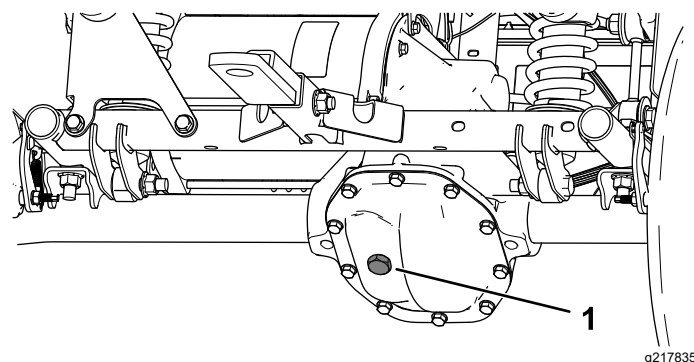

図 48
4. トランスアクスルについている補給プラグを外す (図 48)。
5. オイルの量が少ない場合は、補給プラグを取り、穴からあふれ出てくるまで所定のオイルを補給する (図 48)。
4. トランスアクスルの補給プラグを外して、穴から所定のオイルを入れる。補給穴からあふれ出てくるまで入れること 図 48。